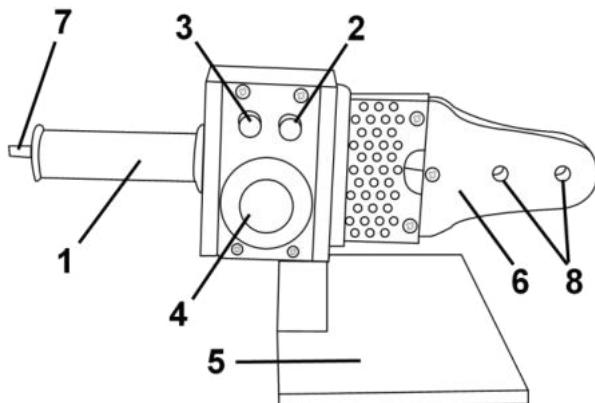

Рисунок 1
2.2.1 Виріб складається з наступних основних частин: нагрівального елементу (6), в який встановлюються циліндричні змінні насадки з тефлоновим покриттям для розігріву стикових поверхонь труб різноманітних діаметрів перед зварюванням; корпусного блоку управління з рукояткою (1), двома світловими індикаторами нагріву (2) і контролю температури (3), терморегулятором/вимикачем (4) та фіксатором для під'єднання опори; опора для встановлення та утримування виробу під час розігріву – згідно рис. 1. Виріб комплектується